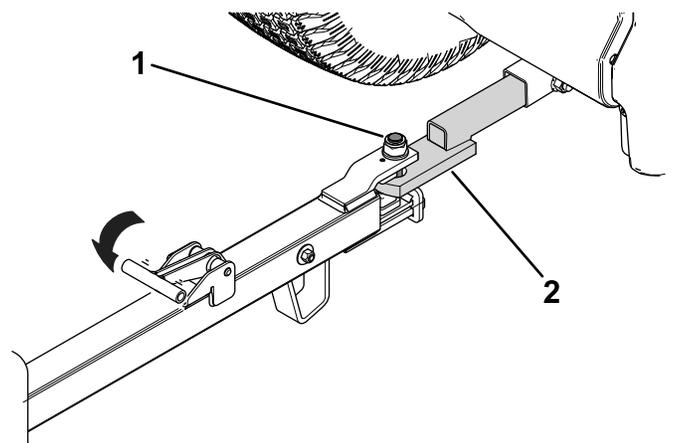

図 27
2. トングピンを、牽引車両のヒッチに合わせる 図 27。
3. トングハンドルをゆるめて 図 27 トレーラが牽引車両のヒッチに固定する。